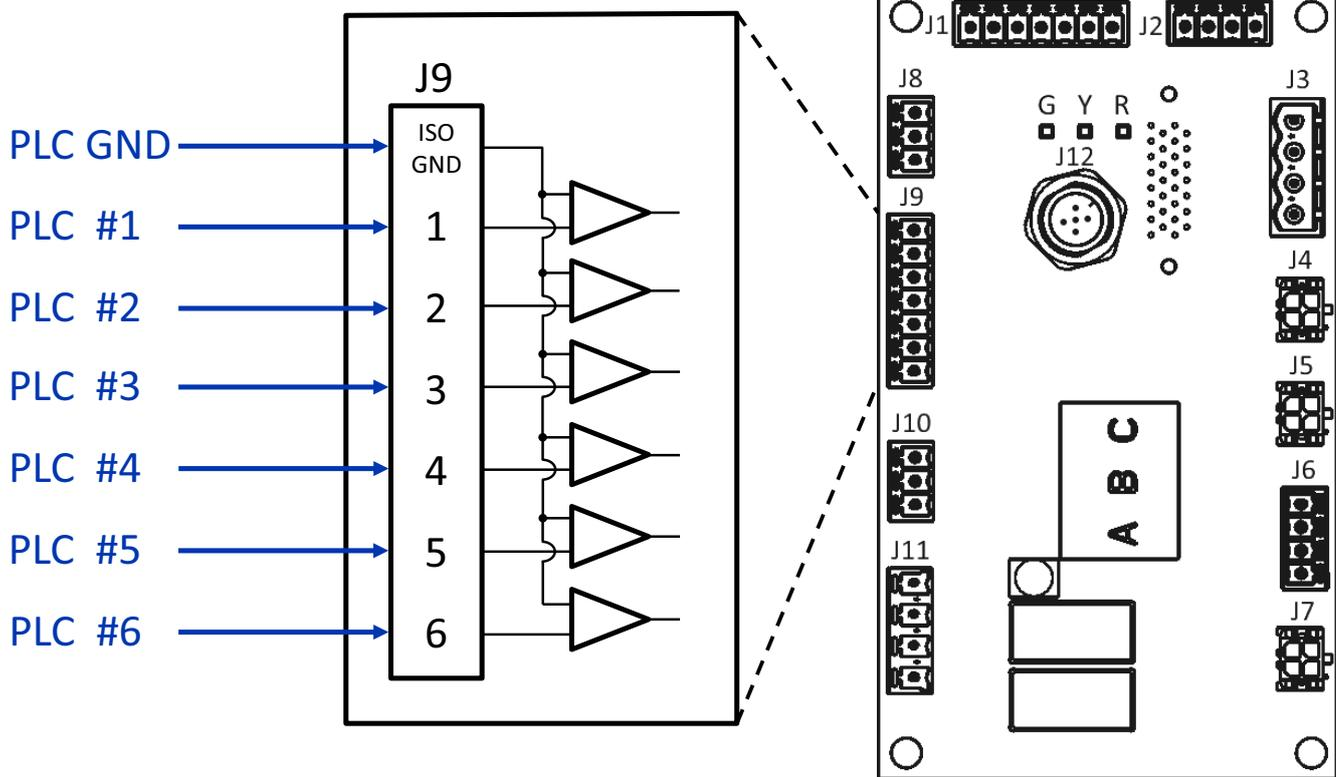

FIG. 13: Cableado de entradas digitales (J9)
- **Cableado de entradas digitales (0–30 V CC)**, página 22. Consulte la FIG. 13 a modo de referencia.